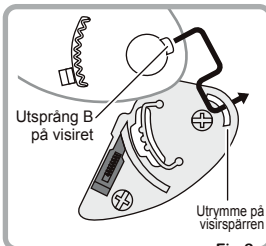
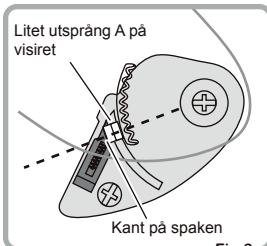

Fig.2
Fig.3
- 1 Infoga utsprång B i utrymmet på visirets spärranordning enligt anvisning Fig. 1 och Fig. 2. Placera visirets spärrområde på spärranordningen och justera sedan det lilla utsprånget A och kanten på spaken enligt anvisning i Fig 3.
- 3 Dra noggrant åt båda visirspärrhakeskruvarna medsols. Upprepa samma procedur på de andra visirspärrhakarna. Sedan är visirspärrhakarna installerade (Fig. 3).